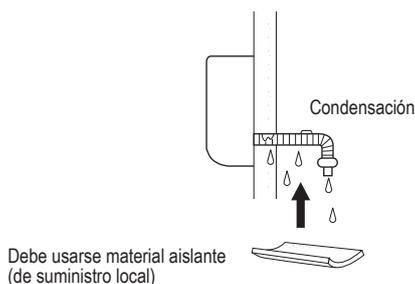

Fig. 5-36
- c) Si la manguera de drenaje debe tener algún recorrido dentro de la sala, aislarla con aislamiento *, de manera que la condensación no dañe muebles o suelos (Fig. 5-36)